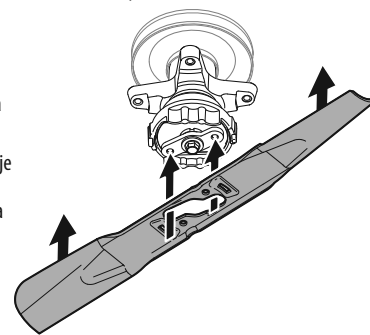

Figura 49
- Posicione la cuchilla debajo del montaje de husillo, y alinee con cuidado el orificio grande del centro de la cuchilla sobre el retenedor de cuchillas del tractor. Consulte la Figura 49.